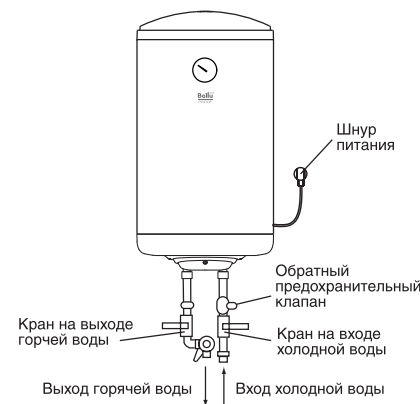

Рис. 1
3. Предохранительный обратный клапан следует устанавливать в месте входа воды (см. рис. 1).